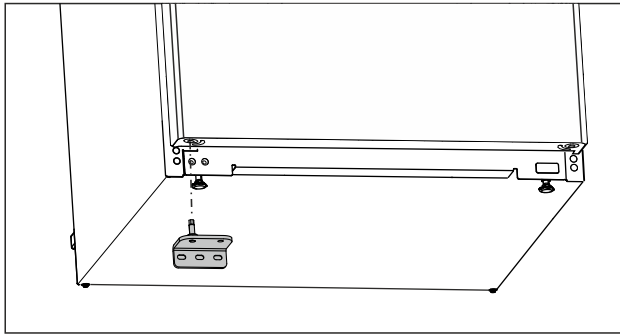

Fig. 20
- Aseta alempi laakerijalusta vastapäiselle puolelle. (katso Fig. 20)